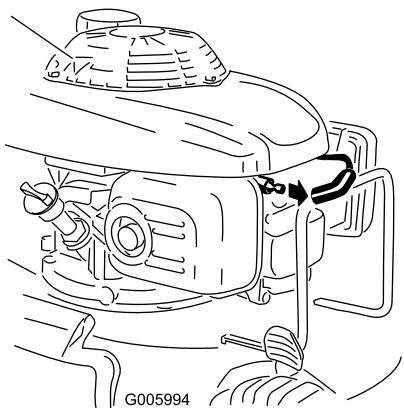

Figura 36
- Desconecte el cable de la bujía (Figura 36) antes de realizar cualquier procedimiento de mantenimiento.
- Desconecte el cable de la bujía (Figura 36).